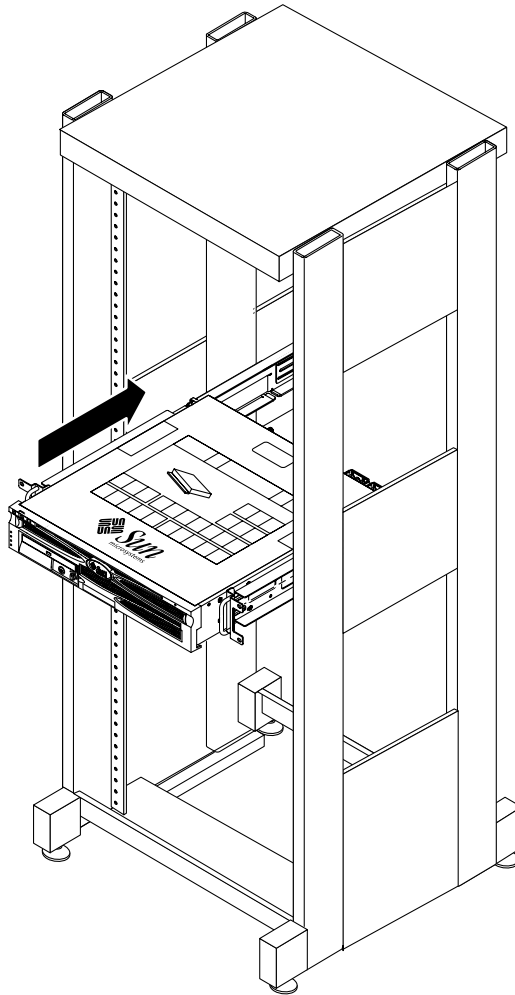

ABBILDUNG 3-20 Schieben des Servers auf die verstellbaren Schienen
11. Heben Sie den Server in das Rack und schieben Sie ihn auf die verstellbaren Schienen (ABBILDUNG 3-20).